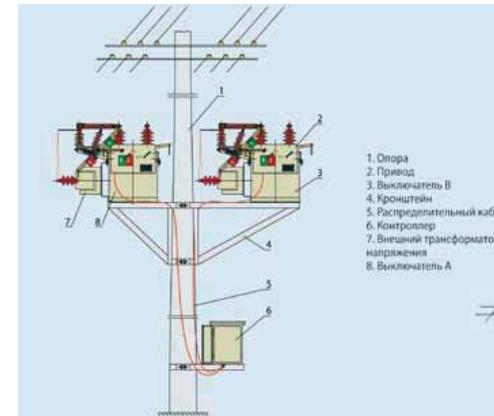

Рис. 3.1 Оборудование дублированного контроля переключений (одна опора) вакуумного выключателя ZW8-12(Z)
3.1 Оборудование дублированного контроля переключений (одна опора) (см. рис. 3.1)